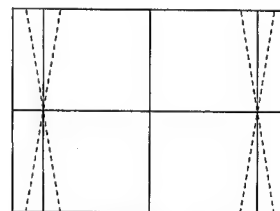

Abb. E8
- Mit den Pfeiltasten "◀" und "▶" die vertikalen Linien im Randbereich parallel zum Bildschirmrand stellen (siehe Abb. E8).